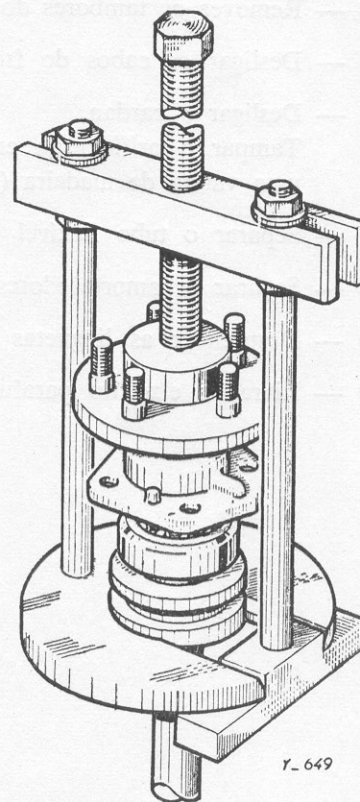

Fig. 11
- Parafuse a segunda coluna na barra da placa e acomode o conjunto conforme ilustrado na fig. 11.